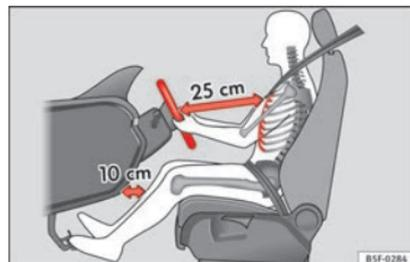
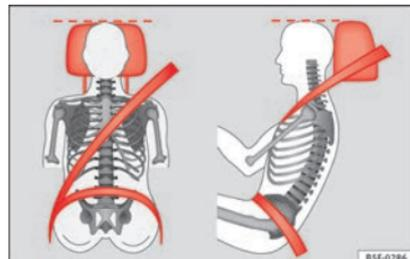

Abb. 64 Der richtige Abstand des Fahrers zum Lenkrad.
Abb. 65 Richtiger Gurtpassverlauf und richtige Kopfstützeinstellung.
- Sitzeinstellung so vornehmen, dass der Abstand zwischen Lenkrad und Brustbein mindestens 25 cm beträgt » Abb. 64 und das Lenkrad mit beiden Händen und leicht gebeugten Armen seitlich am äußeren Rand festgehalten werden kann.
nen durchgetreten werden können und der Abstand zur Instrumententafel im Kniebereich mindestens 10 cm beträgt » Abb. 64.
Kopfstütze positionieren » Abb. 64 und » Abb. 65.
Den richtigen Abstand zwischen Fahrer und Lenkrad » Abb. 64 mit Hilfe der Bedienelemente am Fahrersitz einstellen »  Seite 12.